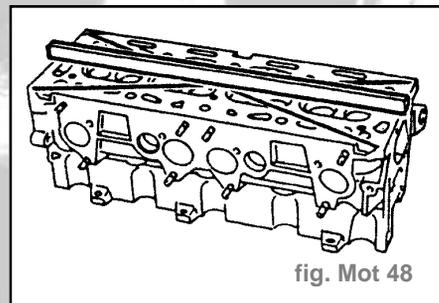

fig. Mot 48
- Procéder au contrôle en appliquant la règle sur le plan de joint, dans plusieurs sens (longueur, largeur et diagonales) (fig. Mot. 48).